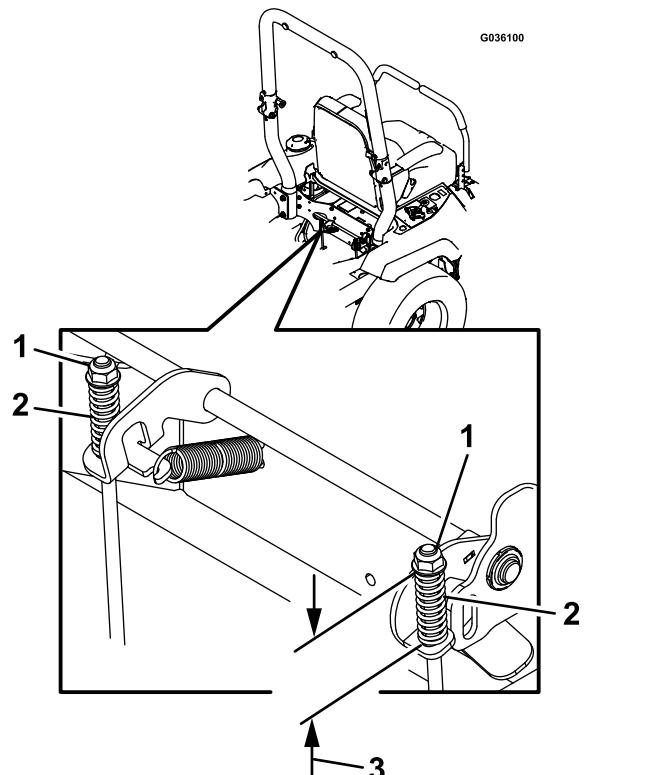

Figura 61
8. Controllate entrambe le lunghezze della molla come mostrato in Figura 61. Qualora si renda necessaria una regolazione, ruotate il dado superiore in senso orario per accorciare la molla e in senso antiorario per allungarla.